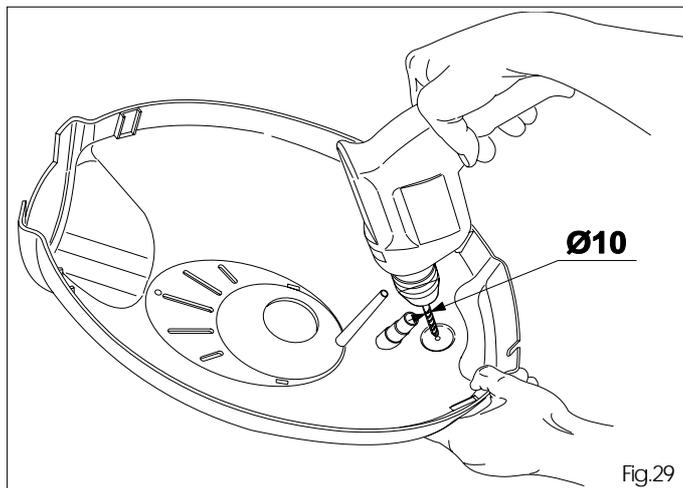

Fig.29
8.2 Prendere il carter e utilizzando un trapano, forare dall'interno verso l'esterno con apposita punta nella zona guidata (fig.29).